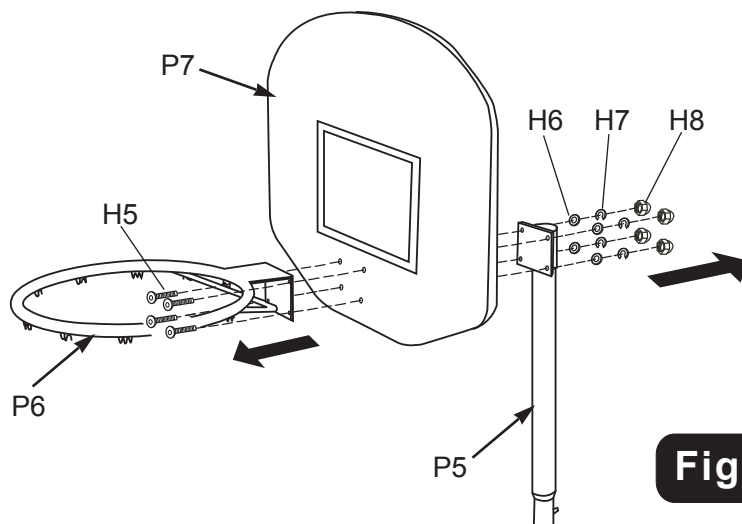

Figura 5
1. Con la ayuda de otro adulto, extraiga los tornillos con cabeza Allen **H5**, las arandelas planas **H6**, las Arandelas de presión **H7** y las tuercas cerradas **H8** del **PASO 2** como se muestra en la **FIGURA 5**.